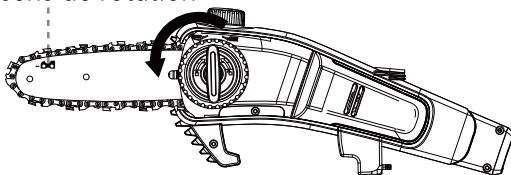

Fig. 3
1. Placez la scie à perche sur une surface plane, le capot de chaîne orienté vers le haut. Retirez le couvercle de la chaîne en tournant le bouton de verrouillage du couvercle de la chaîne dans le sens inverse des aiguilles d'une montre. (Fig. 3)